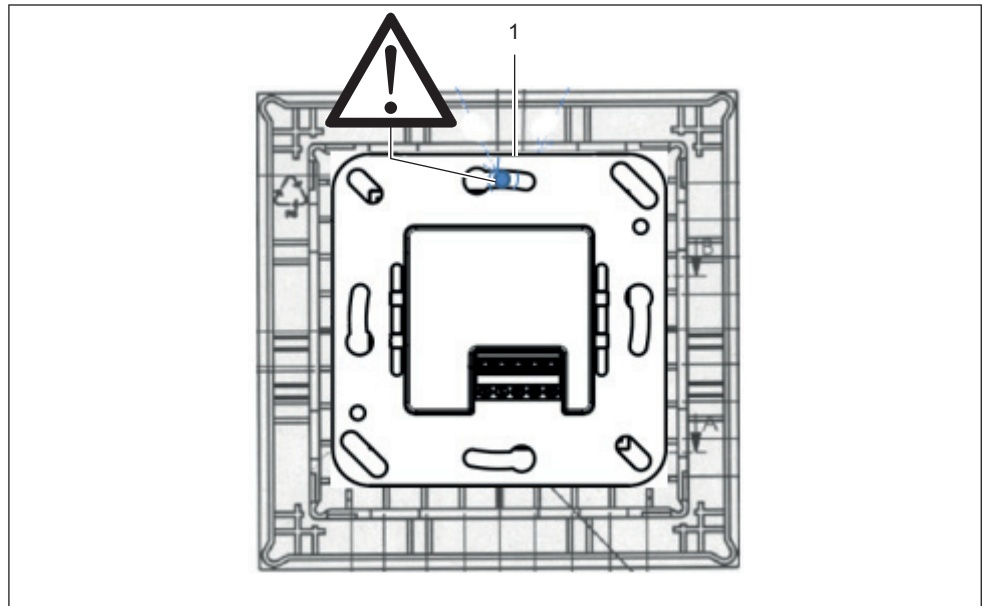

Abb. 19: Leser WRU 220 in Blindmodul einlegen
2. Leser OBEN BÜNDIG in das Blindmodul einlegen (Abb. 19/1).